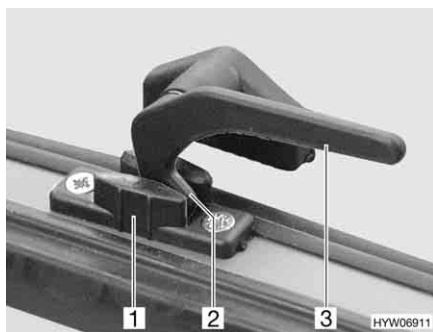

Fig. 66 Leva di serraggio in posizione "Aerazione continua"
- In posizione di "Aerazione continua" (Fig. 66)
- Ruotare tutte le leve di serraggio (Fig. 66,3) di un quarto di giro verso il centro dell'oblò.
- Girare nuovamente all'indietro tutte le leve di serraggio. Contemporaneamente riportare il nasello di chiusura (Fig. 66,2) nella rientranza del bloccaggio dell'oblò (Fig. 66,1).